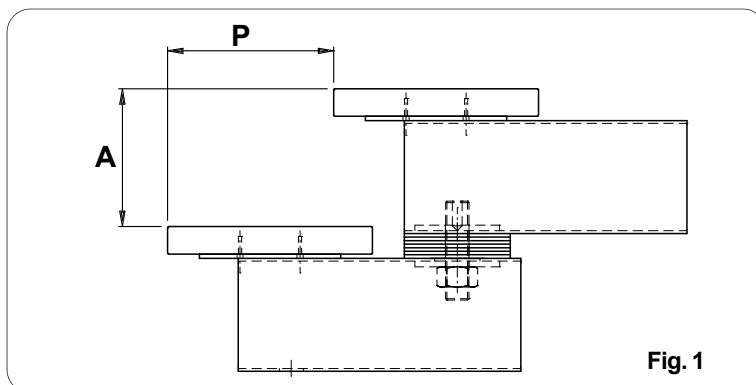

Fig. 1
- La fig. 1 indique les mesures qu'il faut établir.